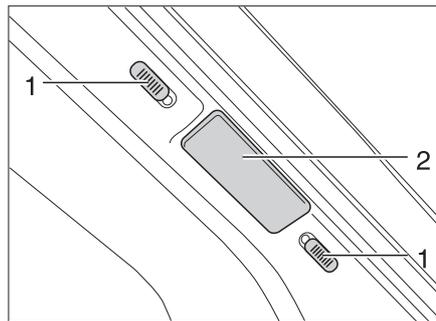
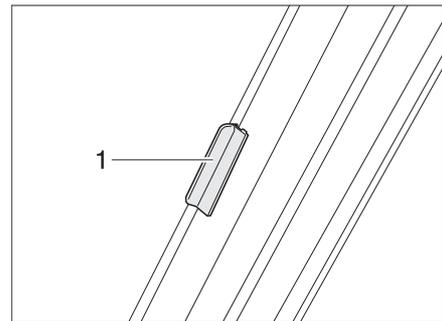

Bild 19 Verriegelung faltverdunklung Frontscheibe
Bild 20 Verriegelung faltverdunklung Frontscheibe (I-Modell)
- Die beiden Hälften der faltverdunklung für die Frontscheibe am Griff (Bild 19,2 und Bild 20,1) bis zum Anschlag nach außen schieben.
- Die Verriegelungsknöpfe (Bild 19,1) nach unten bzw. nach oben schieben. Wenn der rote Punkt sichtbar ist, ist die Verriegelung offen.